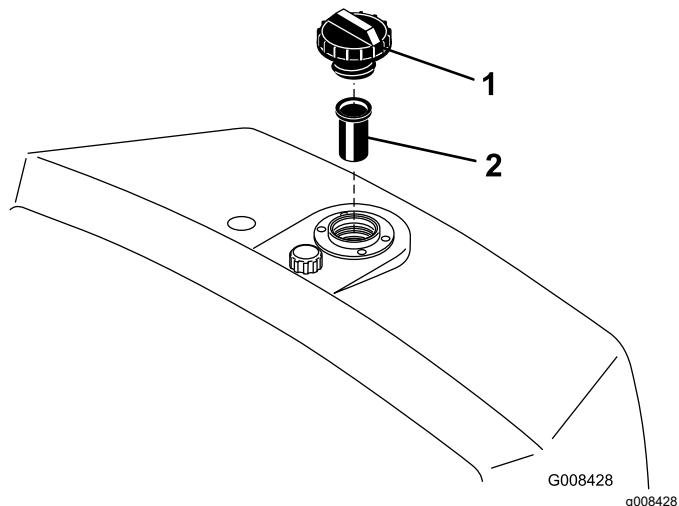

Bild 49
2. Nehmen Sie den Deckel vom Behälter ab und prüfen Sie den Ölstand. Der Ölstand sollte unten am Einfüllstutzen liegen (**Bild 49**).